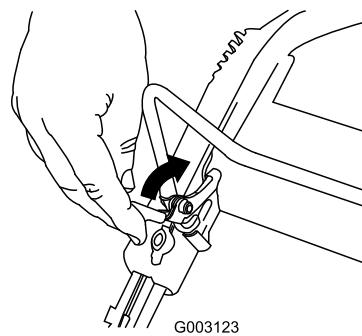

Figure 19
- Tirez le verrou de la barre de commande en arrière (Figure 19).